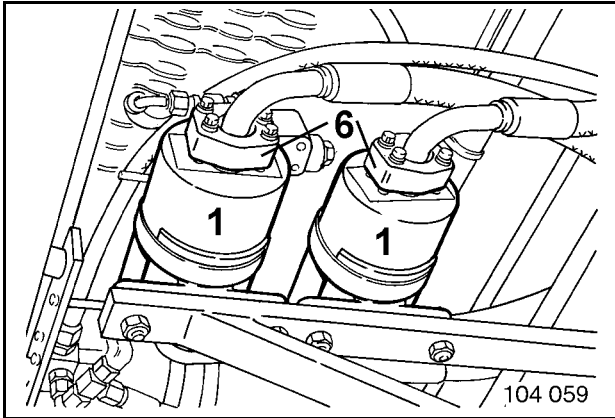
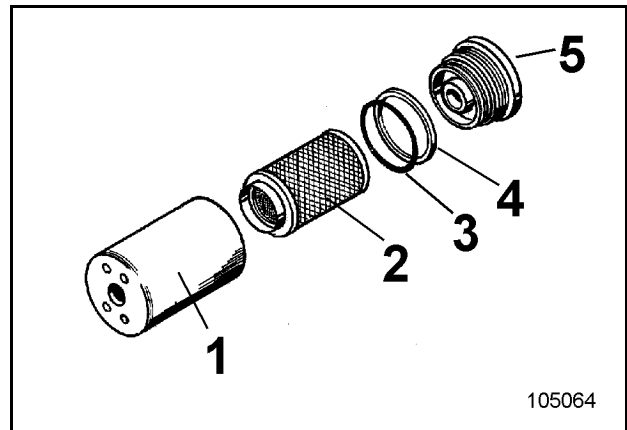

Fig. 3-79:
Fig. 3-80:
Der Bagger hat zwei Hochdruckfilter (Fig. 3-79:) für den Vorsteuerkreis. Die beiden Filter befinden sich vor dem Hydrauliköltank.
- Flansche (6, Fig. 3-79:) lösen.
- Deckel (5, Fig. 3-80:) herausschrauben.
- Filterelement (2) zusammen mit dem Dichtring (3) und dem Stützring (4) aus dem Gehäuse (1) herausziehen.
- Filterelement (2) mit Waschbenzin oder Petroleum reinigen.
- Filterelement ins Filtergehäuse (1) mit neuen, leicht eingeölnem Dichtring (3) und neuem Stützring (4) in das Gehäuse (1) einsetzen.
- Deckel (5) in das Gehäuse (1) einschrauben.
- Flansche (6, Fig. 3-79:) am Gehäuse (1) befestigen.